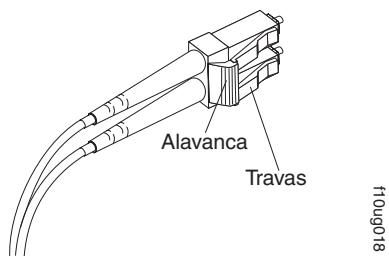

Figura 33. Alavanca e Travas do Cabo Fibre Channel LC-LC
1. Na extremidade do cabo que se conecta à extremidade do conector LC do adaptador do cabo LC-SC, mantenha pressionada a alavanca para soltar as travas. A Figura 33 na página 64 mostra o local da alavanca e as travas.